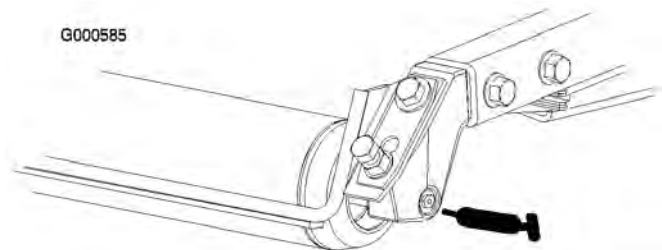

Figure 29
- Roulements à rouleaux arrière (2 par plateau de coupe) (Figure 29)
Remarque: Les raccords encastrés des rouleaux (Figure 29) nécessitent un adaptateur pour le pistolet à graisse. Vous pouvez le commander chez les distributeurs Toro agréés (Réf. 107-1998).